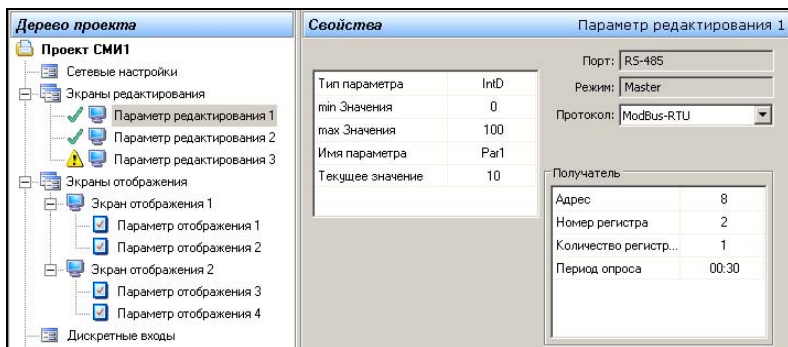

Рисунок 4.4. Задание свойств экрана редактирования
4. Для задания значений свойств «Параметра редактирования» следует в «Дереве проекта» выбрать требуемый «Параметр редактирования N» и в области «Свойства» задать требуемые значения его свойств (см. рисунок 4.4).